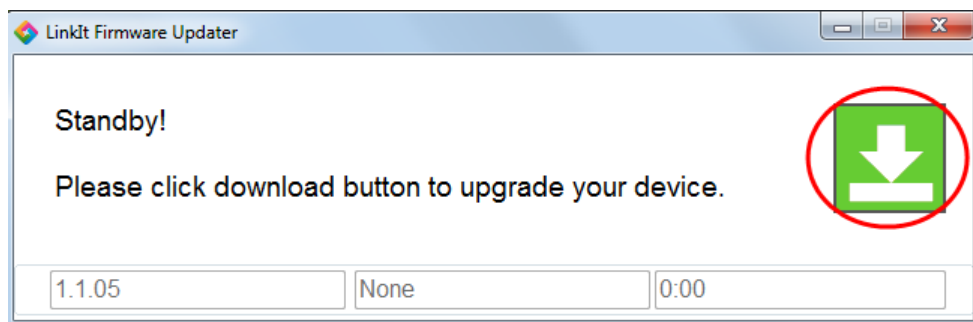

图 23 按下下载按钮来开始固件更新程序
- 3) 按下 LinkIt Firmware Updater 内的下载按钮, 如图 23。